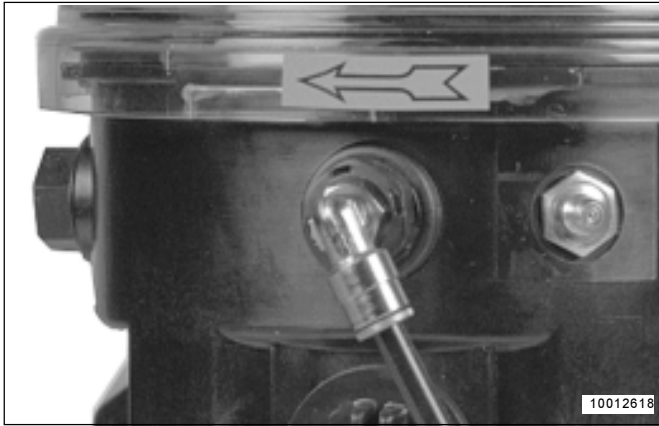

Fig. 14: - Raccord de retour
- Les quantités de lubrifiant qui ne sont pas distribuées par le doseur principal peuvent être ramenées à la pompe par le raccord de retour (fig. 14)